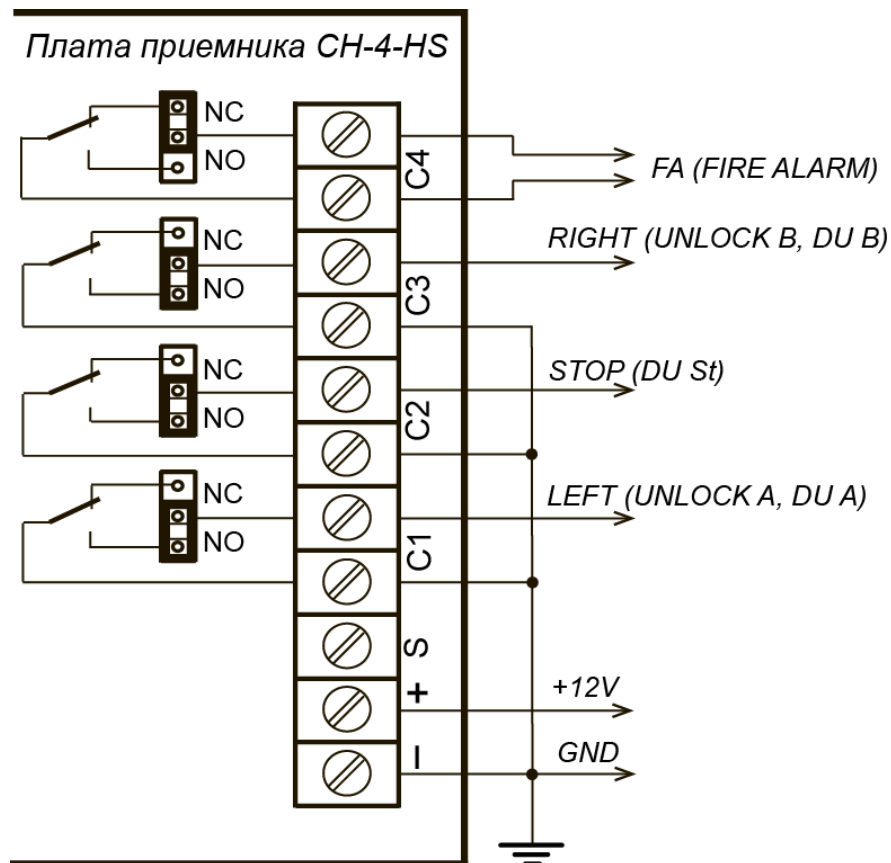

Рисунок 2. Рекомендованная схема подключения платы приемника СН-4-НС к плате управления ИУ
2. Установите перемычки на контакты выходов **D1-D4** платы приемника (рис. 2):
3. Подключите источник питания (12 VDC, 0.5 A) к контактам «+» и «-» (рис. 2).
6. Проверьте работу СН-4-HS. При нажатии кнопок передатчика на приемнике должны загораться соответствующие индикаторы активизации реле (6).
7. После завершения подключения и настройки СН-4-HS установите лицевую панель приемника (1) и зафиксируйте ее установочным винтом (4).
9. Подключите СН-4-HS (см. рис. 2) к плате управления ИУ в соответствии с эксплуатационной документацией ИУ. При этом: